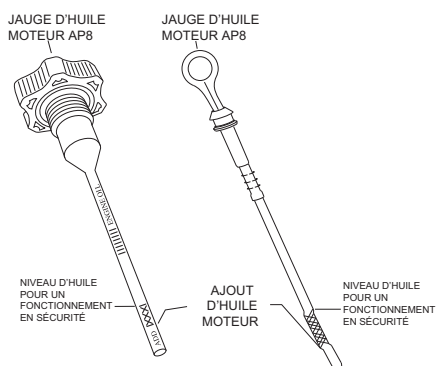

Figure 16. Jauge d'huile moteur AP6/AP8
3. Vérifiez que le niveau d'huile (Figure 16) est maintenu entre les deux encoches indiquées sur la jauge.